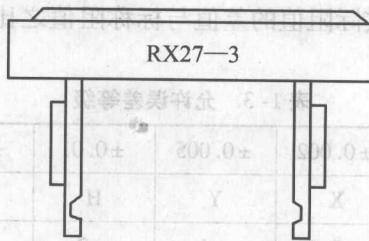

图 1-8 水泥电阻器
(6) 水泥电阻器。水泥电阻器是线绕电阻器的一种,常用于彩色电视机的电源电路及行、场扫描电路中。由于水泥电阻器的功率大、阻值小,且都工作在大电流、高电压状态下,其损坏比较高。水泥电阻器的外形如图 1-8 所示。